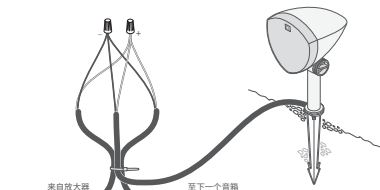

图 8
8. 剪切左扬声器或右扬声器的两根电线 (参见下表), 剥去埋地线裸露端 3/4 英寸 (约 1.9 厘米) 的绝缘层, 然后从相应扬声器尾纤的端部剥去 3/4 英寸 (约 1.9 厘米) 的绝缘层 (见图 8)。
9. 制作一个大约 10 英寸 (约 25 厘米) 的环路, 使用扎带将线环和扬声器尾纤固定到位, 以消除应力 (见图 8)。